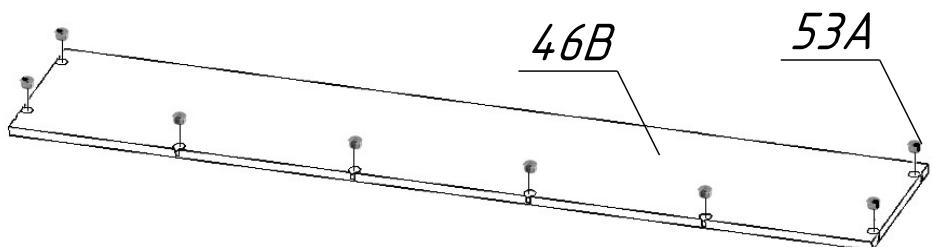
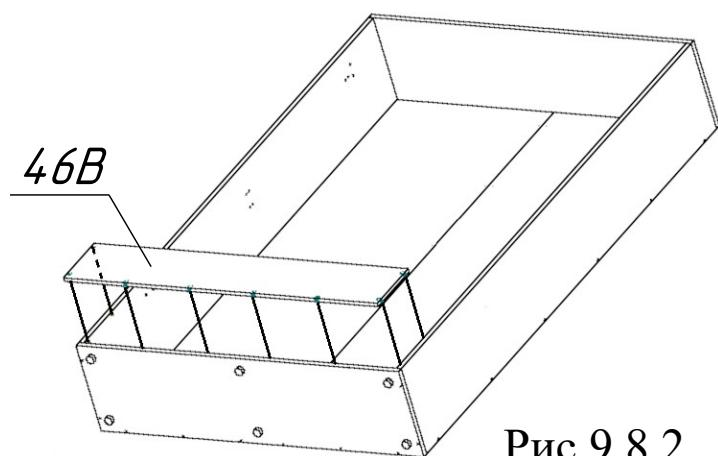

Рис.9.8.1
Рис.9.8.2
22. Установить в отверстия фальшпанели поз.46В эксцентрики поз.53А в соответствии с рис.9.8.1. Установить фальшпанель поз.46В в короб кровати, совместив штоки эксцентриков на панели нижней поз.43 и боковинах поз.41,42 с соответствующими отверстиями на фальшпанели поз.46В в соответствии с рис.9.8.2. (Рама кровати условно не показана). С помощью отвертки PZ2 изнутри шкафа повернуть эксцентрики поз.53 на фальшпанели поз.46В по часовой стрелке до упора.